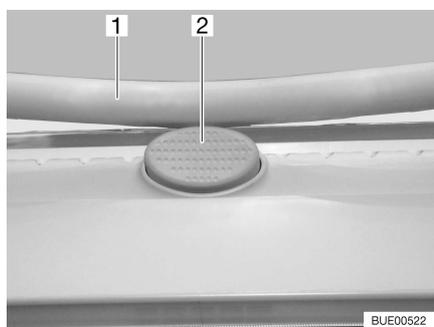

Fig. 34 Bouton de sûreté sur le lanterneau Heki
- Appuyer sur le bouton de sécurité (Fig. 34,2) et tirer l'étrier (Fig. 34,1) vers le bas avec les deux mains.
- Pousser l'étrier vers le haut avec les deux mains jusqu'à ce que ce dernier se trouve au-dessus du bouton de sûreté (Fig. 34,2).